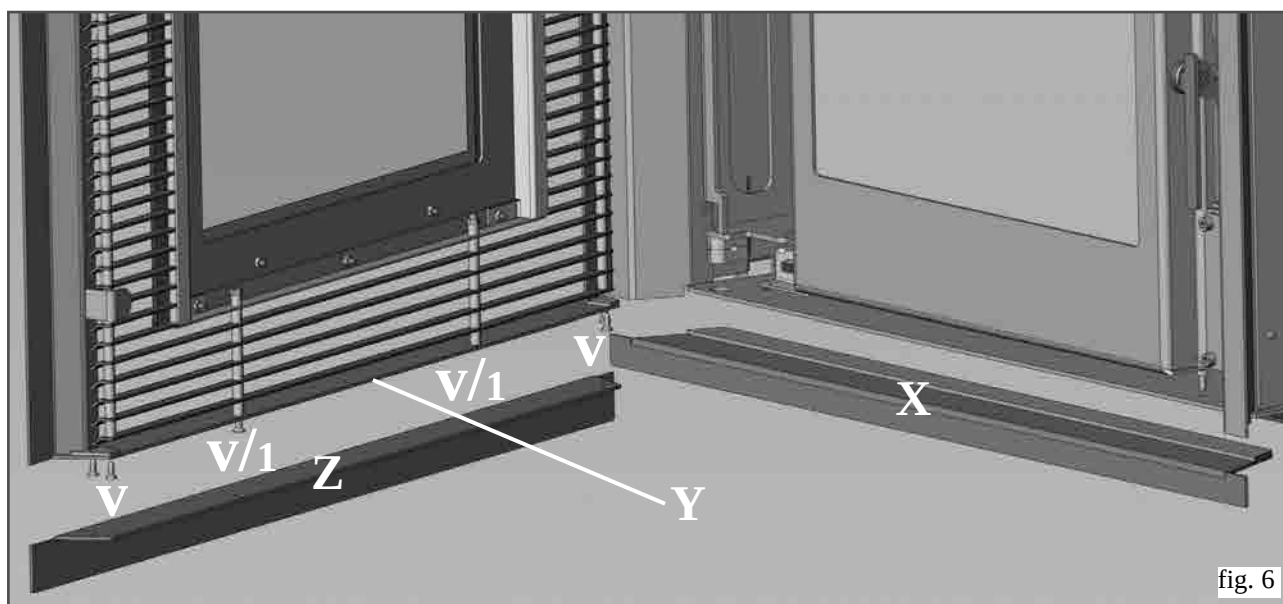

fig. 6
Ouvrir l'encadrement externe avec grille de Inpellet 54, monter, sur la base inférieure de la structure, le profil de l'encadrement inférieur (X) en le fixant avec les vis fournies (voir fig. 6).
Sur l'encadrement externe avec grille, remplacer le profil inférieur plat déjà monté (Y) par le profil inférieur "en forme de L" fourni (Z), grâce aux 4 vis autofiletantes (V) et aux 2 vis avec écrou montées sur les fers ronds (V/1) (voir fig. 6).